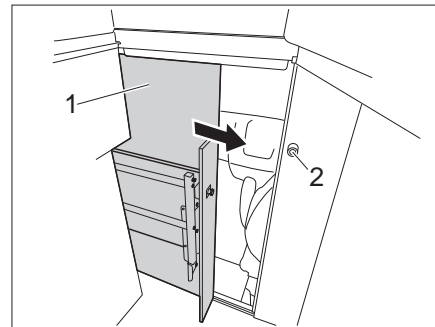

Bild 55 Schloss Fahrerhaus
- ▷ Nur mit gesicherter Tür (Bild 55,1) fahren.
- Tür (Bild 55,1) zuschieben, bis sie im Schloss einrastet.
- Den Griff (Bild 55,2) entgegen dem Uhrzeigersinn drehen, bis die Tür verriegelt ist.
- Den Griff (Bild 55,2) im Uhrzeigersinn drehen, bis die Tür entriegelt ist.
- Die Tür (Bild 55,1) aufschieben und sichern.